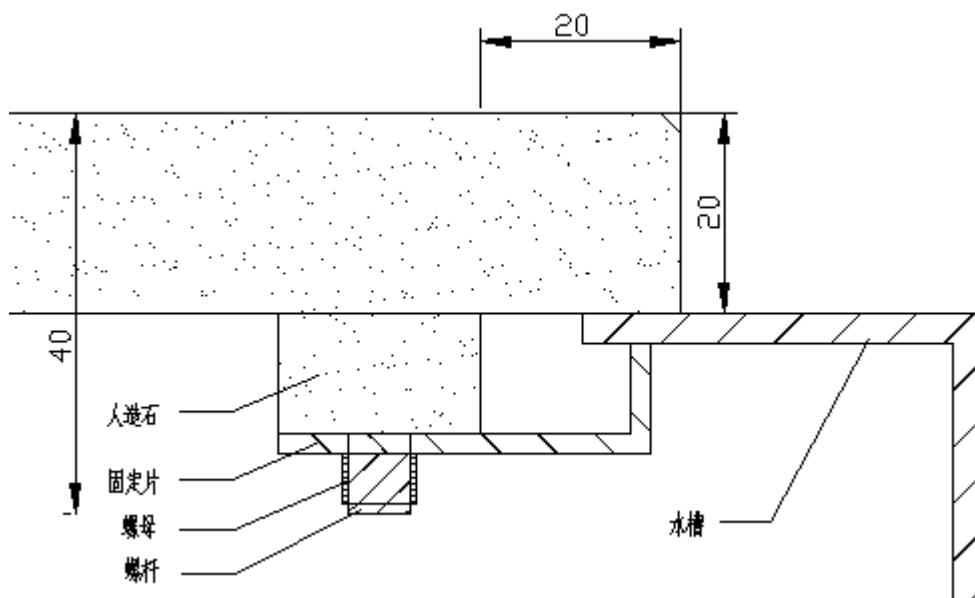

图 5-4-5
5.4.5.1 水槽加固件由尺寸为 20mm*40mm 人造石（距离开孔边缘 15mm~25mm）、固定片、螺母、螺杆组成，人造石粘接面需打磨好，并使用台面胶粘贴均匀牢固。如图 5-4-5；